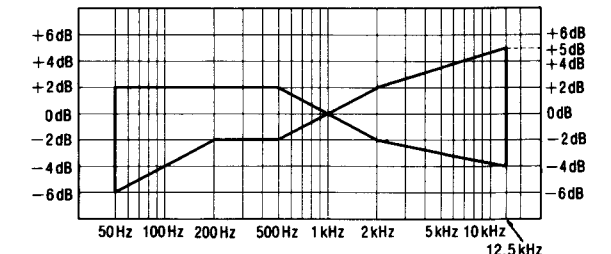

Fig. 9
6. Après cela, amplifier le signal enregistré sur la bande vierge CrO₂ (QZZCRX) et la bande vierge métallisée (QZZCRZ) jusqu'à 12,5kHz et régler de la même manière que celle mentionnée ci-dessus. Puis, vérifier que le niveau de fréquence soit en deçà de la plage montrée à la Fig. 9.